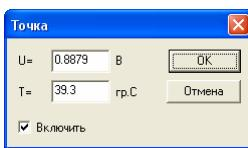

Рис.3. Окно добавления калибровочной точки.
- c. Нажать кнопку  В открывшемся окне (см. Приложение 4, рис.3) ввести в поле Н значение влажности, заданное в генераторе влажного газа. Нажать кнопку OK.
Сканирование калибровочной точки из прибора. Производится считывание из прибора значение напряжения в канале влажности. Открывается окно ввода (см. рис.3), в котором необходимо указать величину влажности в % и флаг использования точки при построении калибровочной прямой
Добавление калибровочной точки. Открывается окно запроса (см.рис.3) в котором необходимо ввести влажность в % и соответствующее значение напряжения в канале влажности. Необходимо также указать флаг использования этой точки при построении калибровки.